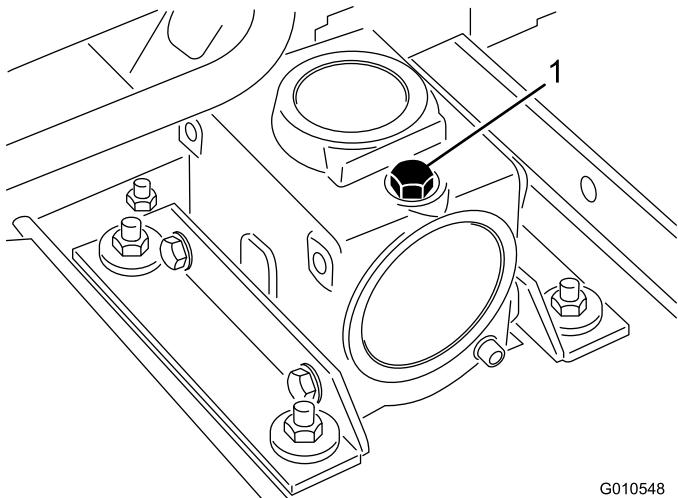

Bild 22
2. Stellen Sie die Zugmaschine und das Mähwerk auf eine ebene Fläche und senken Sie die Mähwerke ab. Nehmen Sie den Ölpeilstab bzw. die Ablassschraube oben am Getriebe ab (Bild 22) und stellen Sie sicher, dass der Schmiermittelstand zwischen den Marken am Peilstab liegt. Wenn der Schmiermittelstand niedrig ist, füllen Sie SAE 80-90wt. Schmiermittel ein, bis der Stand zwischen den Marken liegt. Das Getriebe fasst 283 ml.